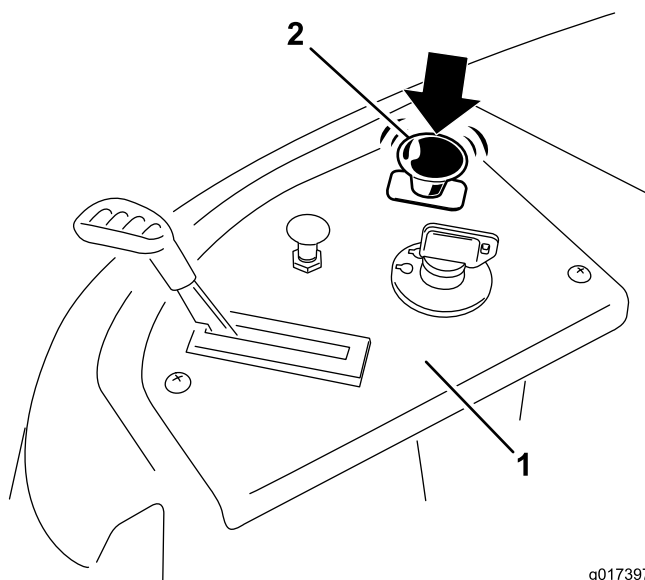

Figure 17
Appuyez sur la commande des lames pour la placer en position désengagée et désengager les lames (Figure 17).
1. Désengagez les lames en plaçant la commande des lames en position Désengagée (Figure 17).